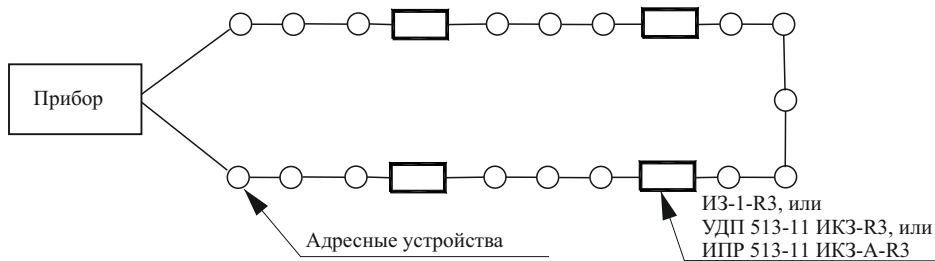

Рисунок 3 – Кольцевая АЛС
4.6 Применение изоляторов шлейфа в АЛС позволяет разрывать кольцевую АЛС (рисунок 3) между двумя местами установки изоляторов шлейфа. Это локализует участок между изоляторами и оставляет работоспособными остальные участки АЛС.